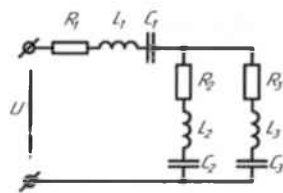

Рис. 1. Разветвленные цепи переменного тока.
**Тема № 1.** Расчет разветвленной цепи синусоидального тока. Для цепи синусоидального тока изображенной на рис. 1.